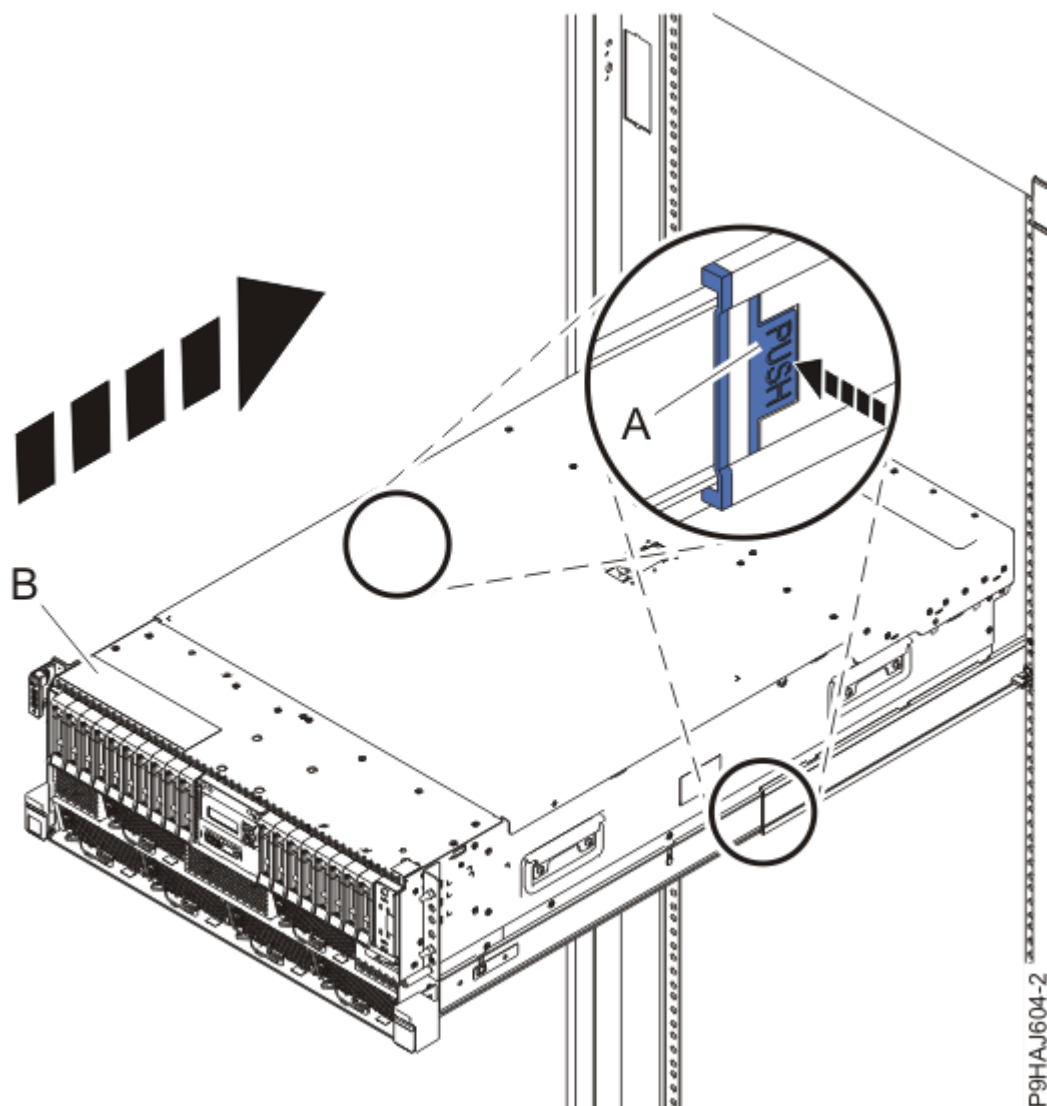

図 20. システムの操作位置への設置
3. ラック・マウント型システムの場合、青色のレール安全ラッチ **(A)** を、23 ページの図 20 に示されているように内側に押してアンロックします。